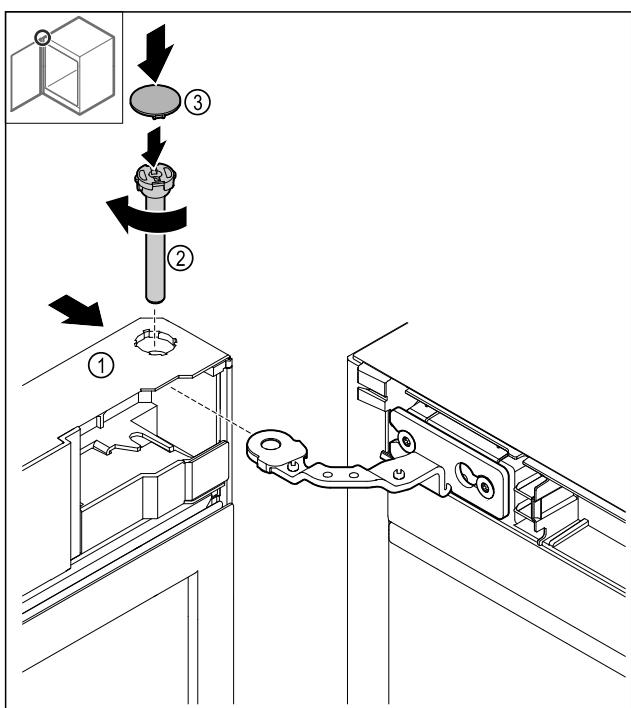

Fig. 47
- Uzbīdiet durvis Fig. 47 (1) augšā uz eņģes.
- Iespaidiet tapu Fig. 47 (2) un pievelciet to, griezot pulkstenrādītāja kustības virzienā.
- Uzlieciet pārsegu Fig. 47 (4).